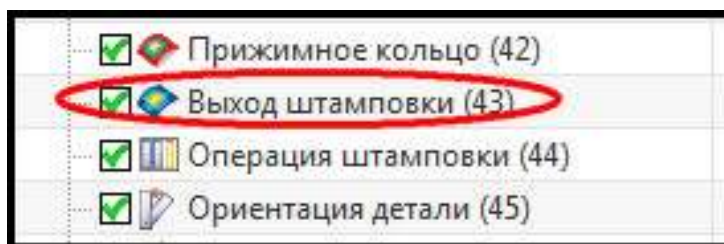

Рис. 5.15. Выход штамповки
**Выход штамповки** отмечается в **Навигаторе детали**. После задания всех действий на выбранной операции **Выход штамповки** автоматически помещается в навигаторе на последнюю позицию (или на позицию до следующего элемента **Операция штамповки**) (рис. 5.15).